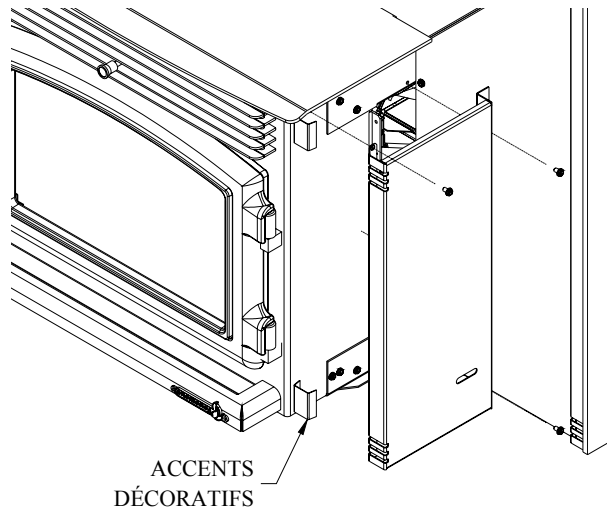

Figure 34
- 9- Installez les côtés décoratifs à l'aide de 3 vis(Figure 34)